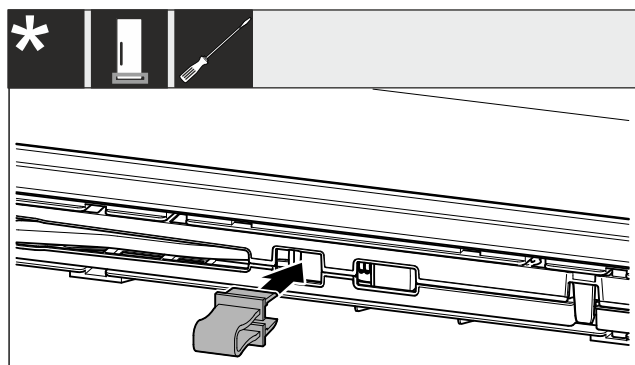

Fig. 4
- ▶ Κουμπώστε την ασφάλεια στο άνοιγμα Fig. 4 D).